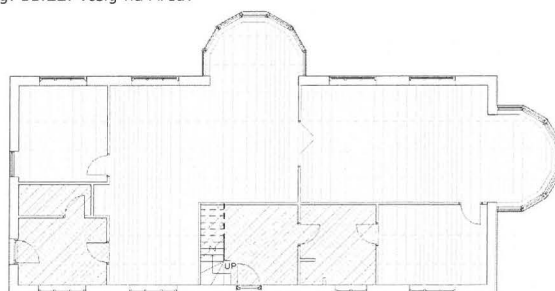

Fig. 11.23. Optegn linierne på ydersiden af ydervæggene.
- Optegn langs alle ydervæggens yderside (Fig. 11.23).